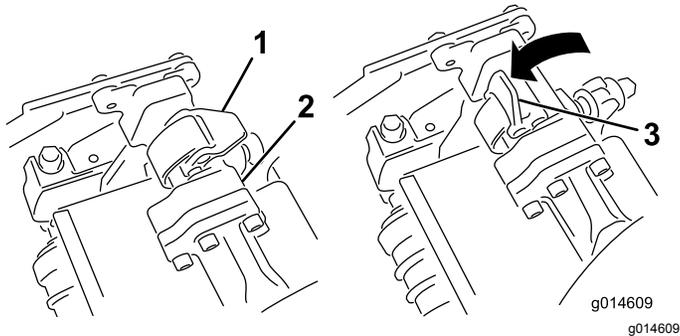
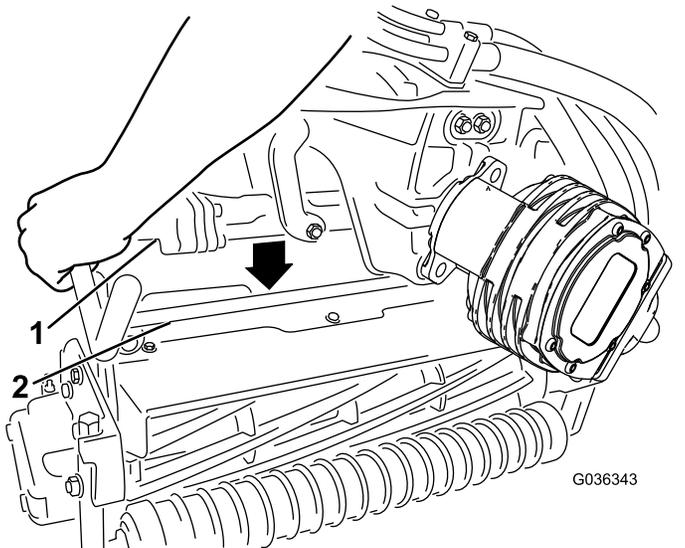

図 48
図 49
4. サスペンションアームのバーについているラッチを上向き開いた状態にして 図 48、サスペンションアームを押し下げて、バーを、カッティングユニットのバーの上に被せるようにする 図 49。
5. ラッチを下げて閉じるとカッティングユニットのバーがロックされてユニットがアームにセットされる 図 48。
5. 取り外したいカッティングユニットのサスペンションアームのバーについているラッチを開く **図 48**。